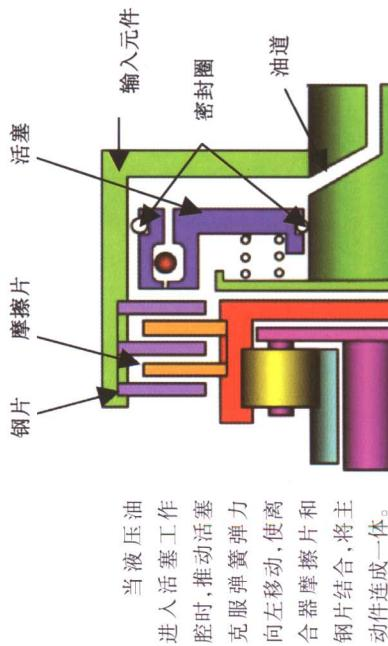

图 1-4 离合器
4.多片湿式离合器(图 1-4)	(3)
4.多片湿式离合器(图1-4)